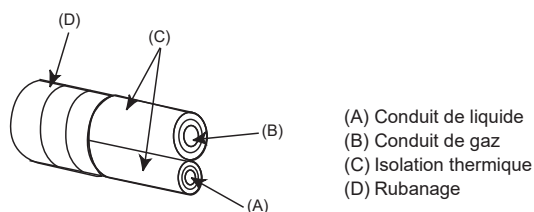
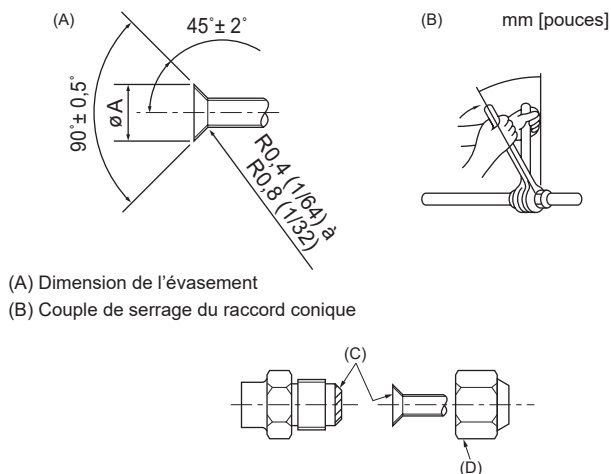

Fig. 4-1
Fig. 4-2
(A) (Fig. 4-1)
(B) (Fig. 4-1)
### 4.2. Connexion des tuyaux (Fig. 4-1) (Fig. 4-2)
En cas d'utilisation de tuyaux en cuivre disponibles sur le marché, isoler séparément les tuyaux de liquide et de gaz avec un matériau isolant vendu dans le commerce (résistant à une température de 100 °C, 212 °F ou plus, et d'une épaisseur de 12 mm, 1/2 pouce ou plus). (Fig. 4-1)
[Fig. 4-2]